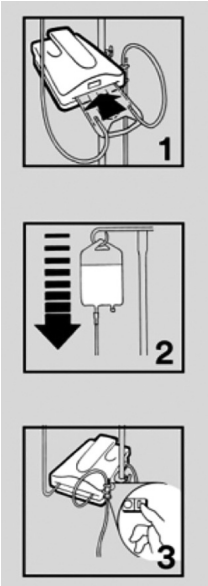

图 4
2. 将加温盒滑入加温器插槽内。盒子只能单向插入设备中 (参见图 4, #1)。
3. 冲灌加温套件。有关对套件进行冲灌的更多信息，请参阅加温套件随附的说明 (参见图 4, #2)。
5. 将电源线插入合适的插座。打开加温器 (参见图 4, #3)。字母数字显示屏将在几秒钟内亮起。加温至设定值温度 41°C 只需不到两分钟。